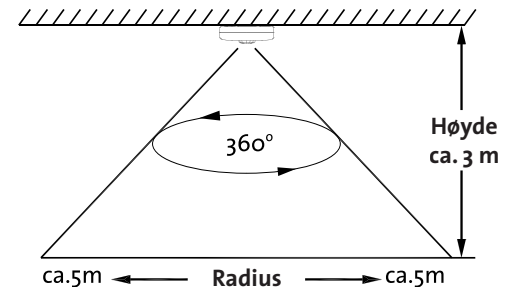

Fig. 1
2. Det beste er å montere detektoren 3 meter over gulvet som skal avspøkes (se fig. 1).